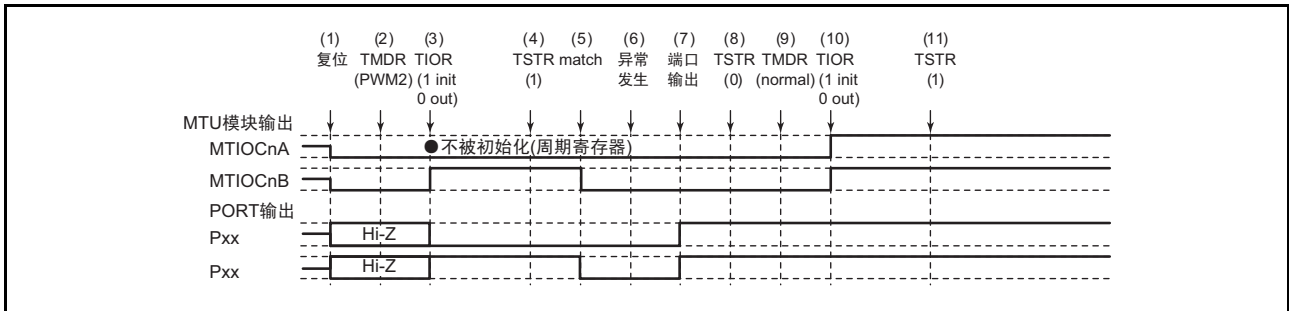

图 18.137 在 PWM 模式 2 中发生异常并且在正常模式中恢复的情况
在 PWM 模式 2 中发生异常并且重新设定后在正常模式中重新开始时的说明图如图 18.137 所示。
- (1) ~ (8) 和图 18.137 通用。
- (9) 设定 PWM 模式 1。
- (10) 必须通过 TIOR 对引脚进行初始化（在 PWM 模式 1 中不对 MTIOCnB 进行初始化）。
- (11) 通过 TSTR 重新开始。
(15) 在 PWM 模式 2 的运行过程中发生异常并且在 PWM 模式 2 中重新开始时的运行
- (9) 在 PWM 模式 2 中重新开始的情况下不需要此步骤。
- (10) 必须通过 TIOR 对引脚进行初始化（在 PWM 模式 2 中不对周期寄存器的引脚进行初始化）。
(16) 在 PWM 模式 2 的运行过程中发生异常并且在相位计数模式中重新开始时的运行
- (9) 设定相位计数模式。
- (10) 必须通过 TIOR 对引脚进行初始化。
(17) 在相位计数模式的运行过程中发生异常并且在正常模式中重新开始时的运行